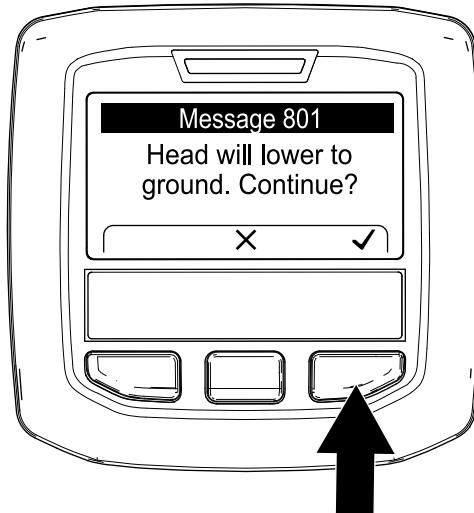

Рисунок 115
4. На экране Head Will Lower (Опускание вала аэратора) (Рисунок 115) нажмите правую кнопку инфо-центра.